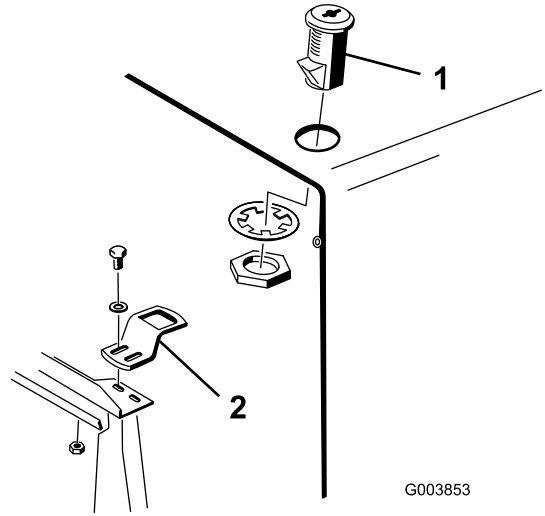

Figura 4
3. Monte la cerradura de bloqueo en el capó con una arandela de freno y una tuerca. Coloque el interruptor con el cierre orientado hacia la parte delantera de la máquina (Figura 4).
- Fije provisionalmente el cerradero al soporte del radiador con dos pernos (1/4 x 3/4 pulg.), arandelas planas y contratuercas (Figura 4).